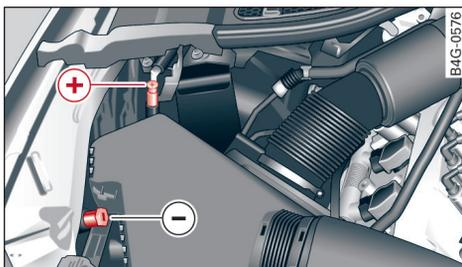

图 293 发动机舱：辅助启动电缆和充电装置的接口
跨接辅助启动接头在发动机舱内 ⇨ 图 293。
► 掀开正极上的红色盖板 ⇨ 图 293。